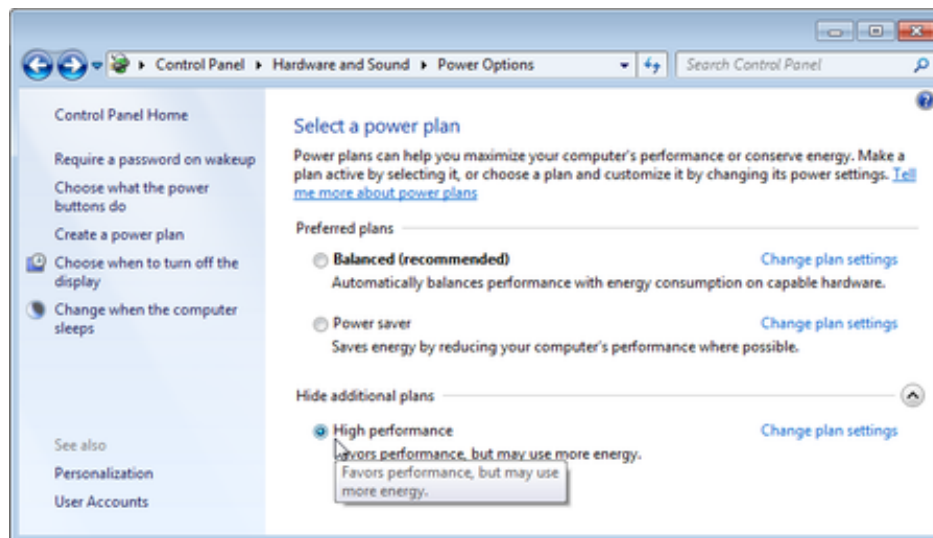

Figura 5: Configuración del plan de energía en Windows.
**Paso 4:** Seleccionar el plan **Alto rendimiento**, como se aprecia en la Figura 5